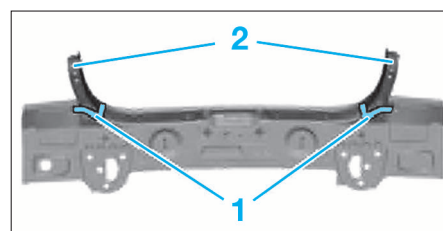

FIG. 35
- Pour la berline, préparer la pièce neuve (Fig.35) :
- dégager les cordons de soudure dans les zones (1)
- retirer les renforts (2).